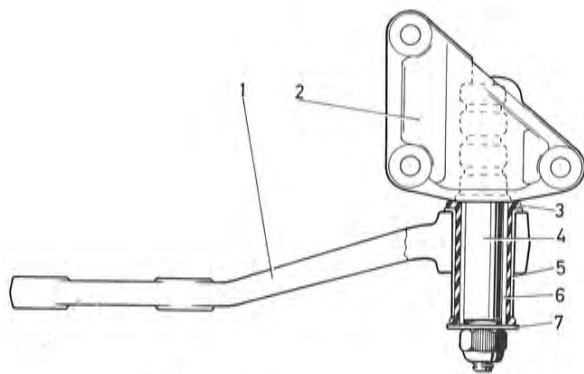

Bild 74. Mellanarmslagring
3. Ta bort de tre fästskruvarna för konsolen (2 bild 74) och lyft fram enheten.
3. Ta bort muttern och brickan (7, bild 74) och lyft ned mellanarmen (1).